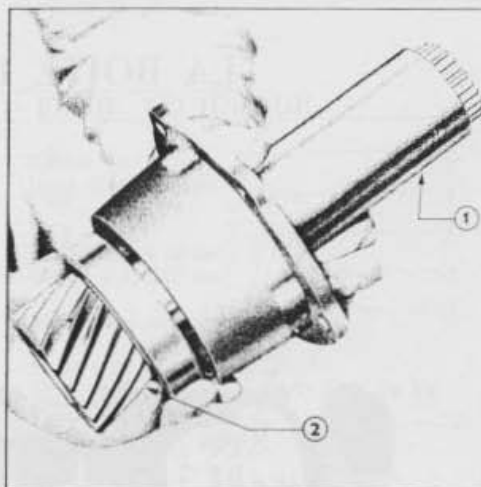

Fig. 3 = Remontage de l'Arbre de Prise de Force
- 1c. Monter l'arbre de prise de force sur le manchon de logement de joint (voir Fig. 3) ; maintenir l'assemblage à l'aide du circlip spécial ; placer ce dernier juste derrière le roulement arrière, dans le manchon de logement.